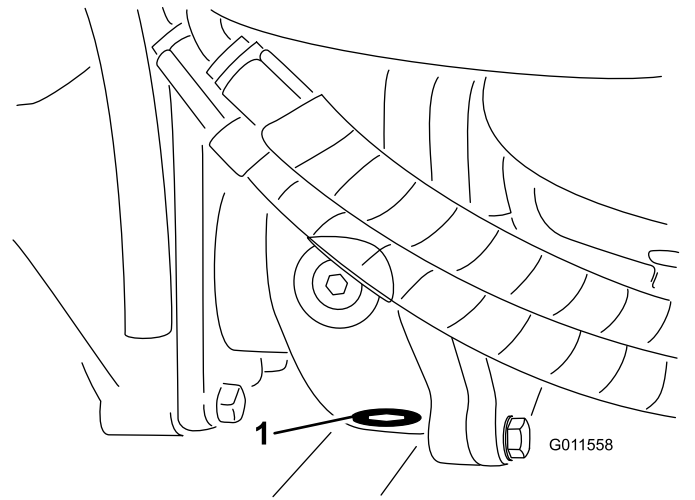

**Bild 95**
- Reinigen Sie den Bereich um die drei Ablassschrauben, d. h. jeweils eine an beiden Enden und eine in der Mitte (Bild 95).